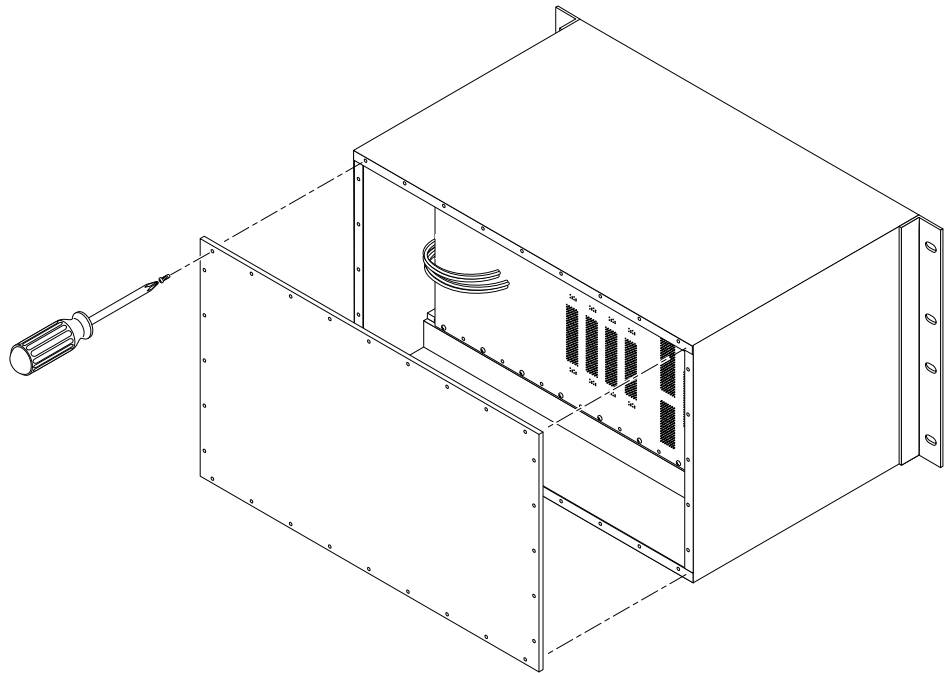

図 4-6 バックパネルの交換
6. シャーシのバックパネルを固定しているすべてのねじ (12 個) を緩めて取り外し、バックパネルを取り外します (図 4-6)。